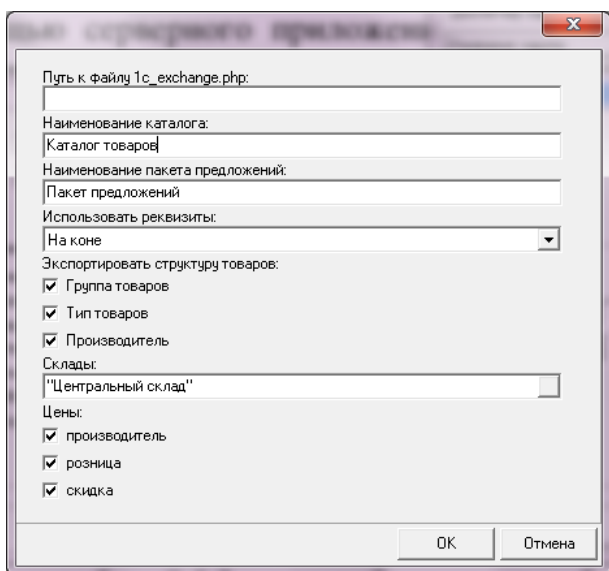

Рис. 178. Настройка экспорта данных в формат CommerceML2
- «Экспорт Битрикс.fr3» – при выборе этого шаблона данные экспортируются в формате CommerceML2 (каталоги продукции) для передачи в интернет - магазин, созданный на платформе Битрикс. (рис. 178).